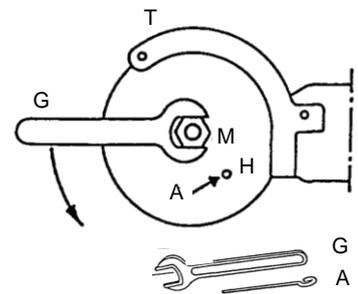

Abb. 7.2 – Lösen des Sägeblattes
- 2) Haltestift (A) in Bohrung Sägeblatt (H) stecken und mit Sägeblatt gegen Schutzhaube (T) drehen. Gabelschlüssel (G) auf Skt.-Spannmutter (M) setzen und in dargestellter Richtung öffnen, s. Abb. 7.2.
- 3) Skt.-Spannmutter (M) und Sägeblatt vorsichtig abnehmen.